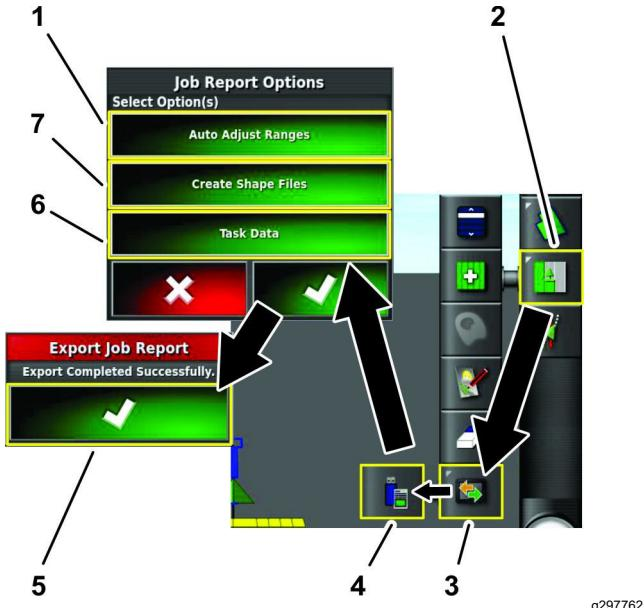

Figura 27
- Premete l'icona Menu dell'attività (Figura 27).
- Premete l'icona Menu di scambio dati (Figura 27).
- Premete l'icona Esportazione del report dell'attività su USB (Figura 27).
- Nella finestra di dialogo delle opzioni per i report delle attività, premete l'icona di conferma (Figura 27).
- Nella finestra di dialogo Esportazione report delle attività, l'icona Conferma (Figura 27).